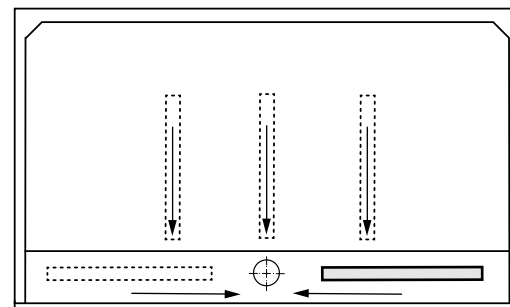

Figura 4
- 3 Coloque un nivel como se muestra en la Figura 4 y verifique que hay pendiente hacia el desagüe.